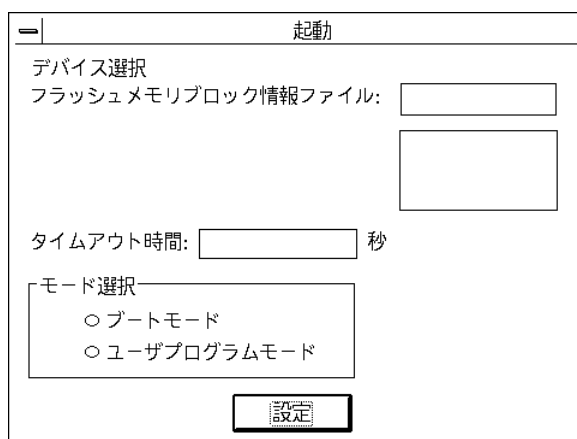
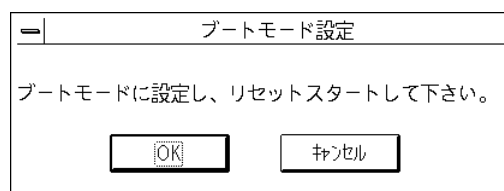
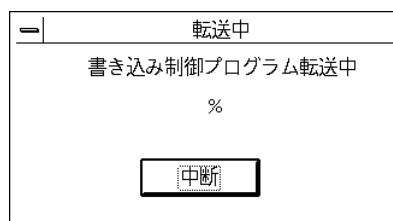

図 2.5 起動ダイアログボックス
図 2.6 ブートモードダイアログボックス
図 2.7 ユーザ書き込み制御プログラム転送中ダイアログボックス
本ツールを起動すると、メインウィンドウを表示した後、図 2.5 の起動ダイアログボックスを表示します。
- (1) 図 2.5 の起動ダイアログボックスで、ブートモードを選択すると、図 2.6 のブートモードダイアログボックスを表示します。
- (2) F-ZTAT マイコン側をブートモードに設定した後、[OK] ボタンを選択すると、図 2.7 の書き込み制御プログラム転送中ダイアログボックスを表示し、ユーザ書き込み制御プログラムの転送を開始すると共に、転送経過をパーセンテージ表示します。
- (3) ユーザ書き込み制御プログラムの転送が終了すると、F-ZTAT マイコンへのユーザデータの送信が可能になります。[中断] ボタンを選択すると、ユーザ書き込み制御プログラムの転送を中止し、図 2.5 の起動ダイアログボックスを表示します。
- (1) 図 2.5 の起動ダイアログボックスで、ユーザプログラムモードを選択すると、図 2.7 のユーザプログラムモードダイアログボックスを表示します。
- (1) メニューから [FILE]-[MODE]を選択すると、図 2.5 の起動ダイアログボックスを表示します。[モード選択]で、プログラムモードを選択します。